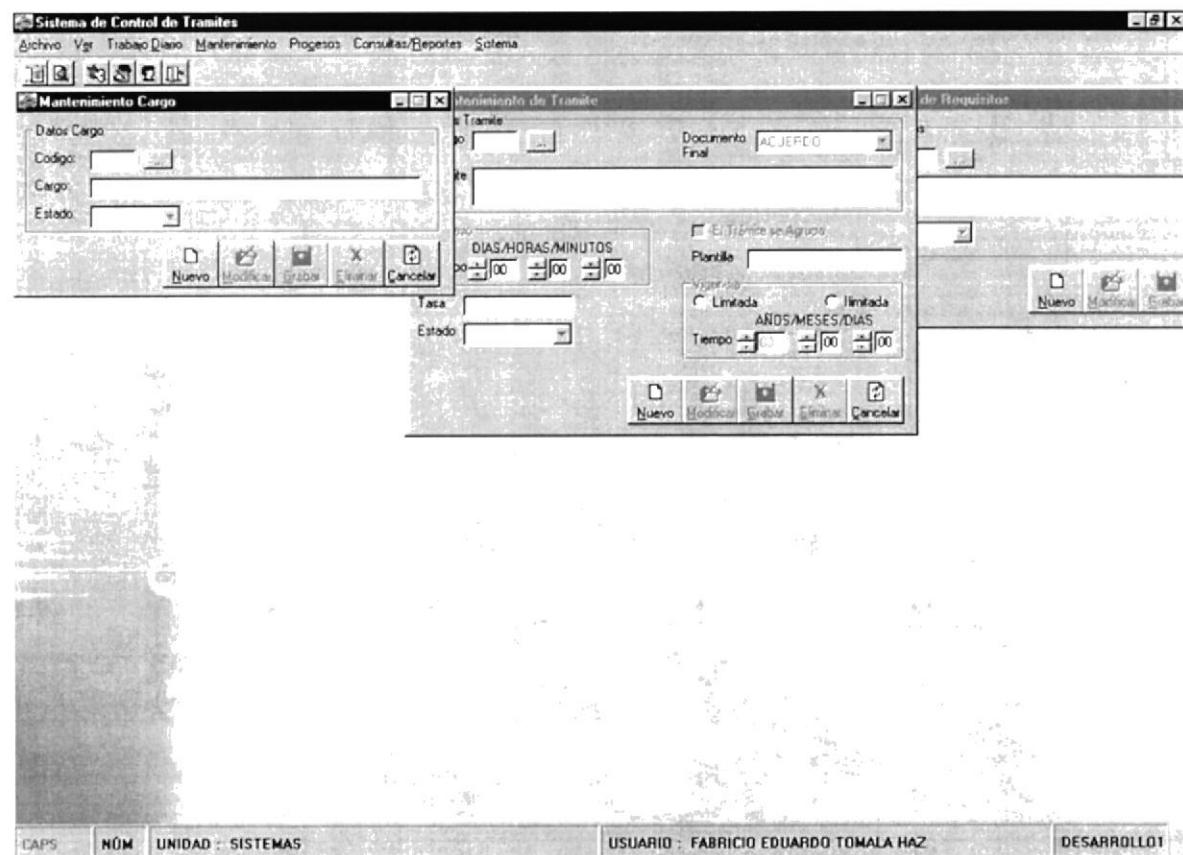

Figura. 7.4 Mosaico Horizontal
- Haga click en la opción **Mosaico Horizontal** del Menú **Ver**, las pantallas aparecerán (ver figura 7.4).